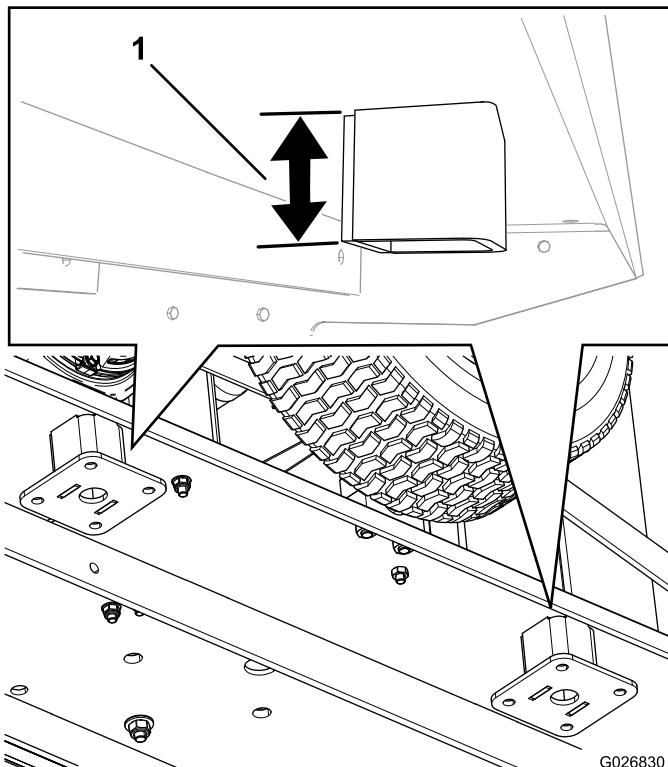

Figure 3
- 4. Coupez les supports de rouleau existants à une distance de 2,5 à 5,7 cm du cadre (Figure 3).